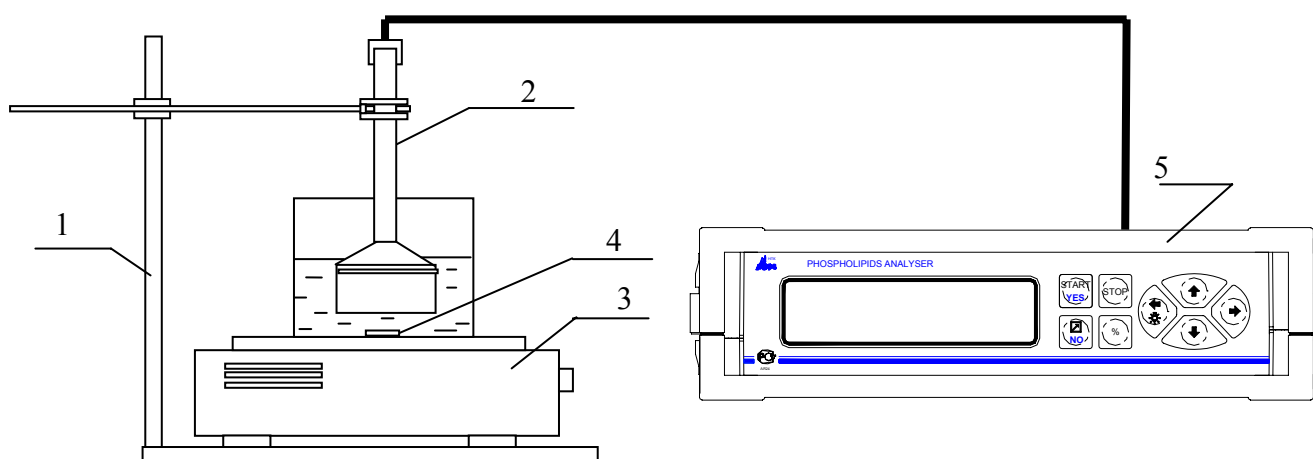

Рис.4 Схема расположения частей анализатора, его принадлежностей и исследуемого образца для проведения измерений.
Установить штатив, магнитную мешалку так, как показано на рис.4.
2.4.1 Закрепить на штативе подключенный к прибору датчик. Под датчиком расположить магнитную мешалку ММ-5 или аналогичную (см. рисунок 4).